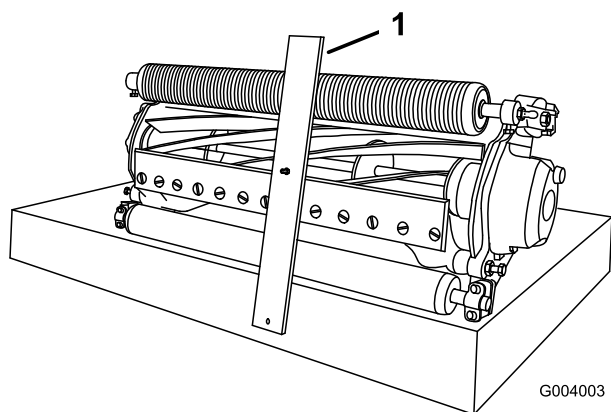

図 56
3. ゲージバーのネジ頭を下刃の切っ先に引っかけ、バーの後端を後ローラに当てがう（図 56）。